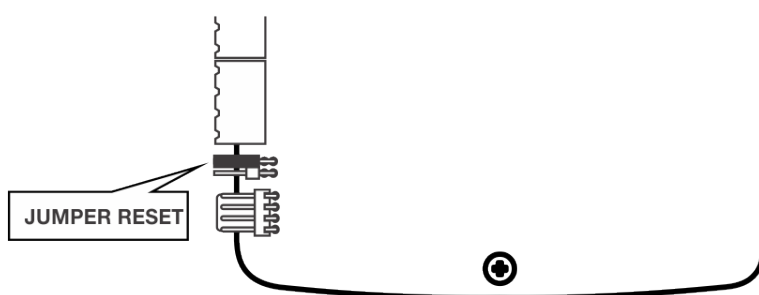

Figura 8
1. Feche o jumper **RESET** localizado conforme Figura 8 abaixo por 6 segundos para restauração parcial ou 20 segundos para restauração total.
2. Feche o jumper **RESET** localizado conforme Figura 8 acima.